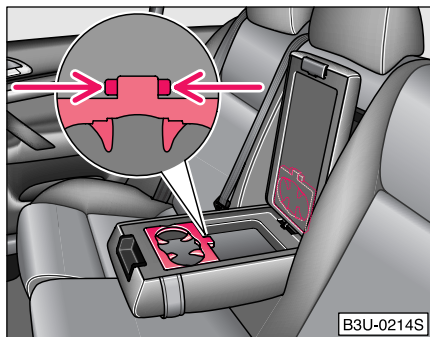

Fig. 79 Suportul pahare din cotiera scaunelor din spate
- Suportul pentru pahare poate fi ridicat. Deblocați-l și ridicați-l pe capacul coteierei ⇒ Fig. 79.